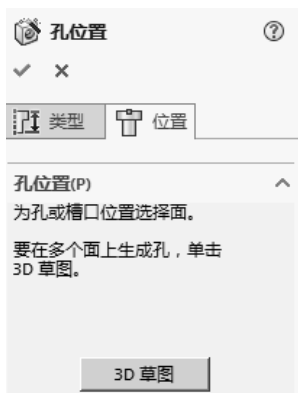

图 5.10.7 “孔位置”对话框
(1) 定义孔的放置面。在“孔规格”对话框中单击  位置 选项卡，系统弹出如图 5.10.7 所示的“孔位置”对话框；选取如图 5.10.5a 所示的模型表面为孔的放置面，在放置面上单击以确定孔的位置。